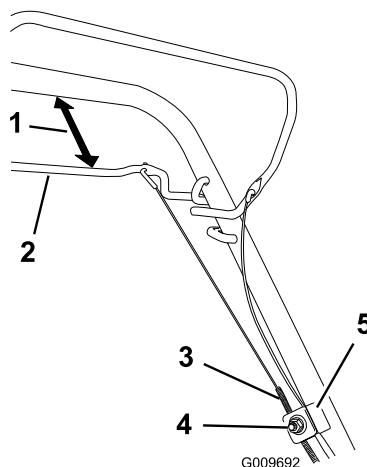

Рисунок 31
- Ослабьте гайку держателя троса (Рисунок 31).
- Установите между штангой управления самоходным приводом и рукояткой зазор величиной от 25 до 38 мм (от 1 до 1-1/2 дюйма) (Рисунок 31).
- Потяните трос (по направлению к машине), пока он не ослабнет (Рисунок 31).